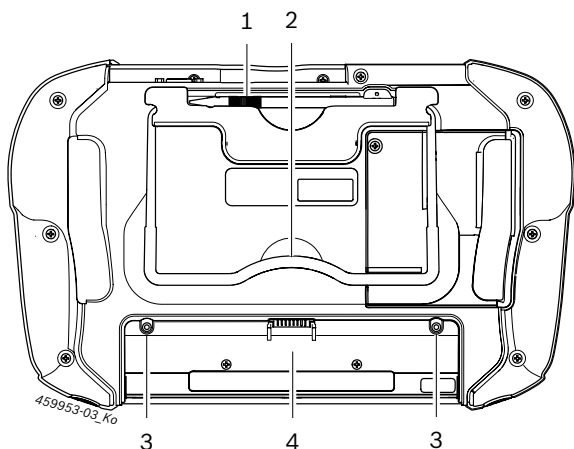

Abb. 3: D750 underside
➤ Sæt batteriet i batterirummet, og fastgør det med de to skruer, der befinder sig ved batteriet (se fig. 3, pos. 3).